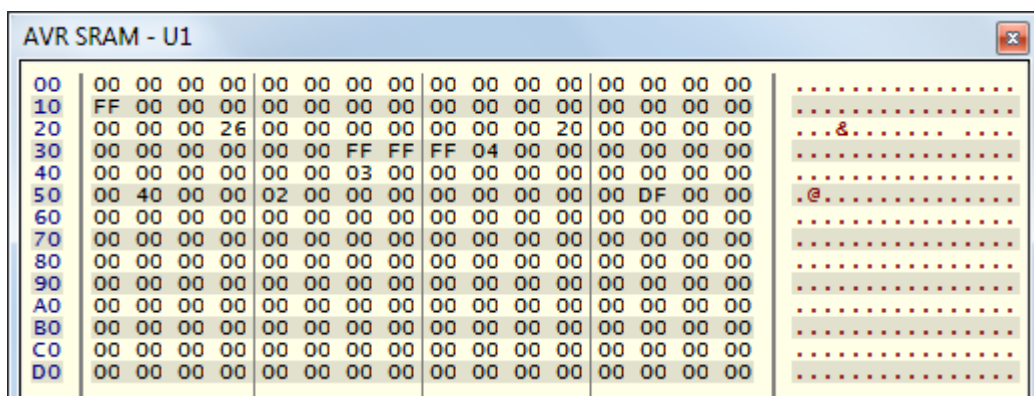

Рис.3.17. Окно Память данных
- Память данных (**Data Memory** или **AVR Sram**). В этом окне (рис.3.17) отображается содержимое ОЗУ;